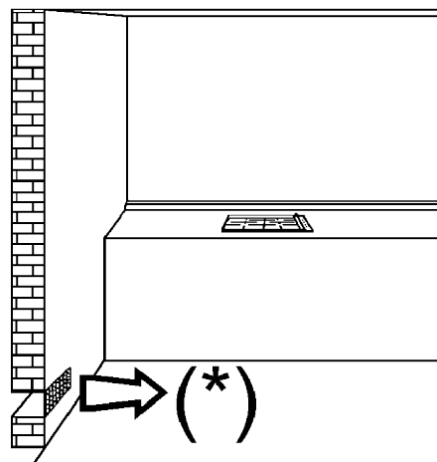
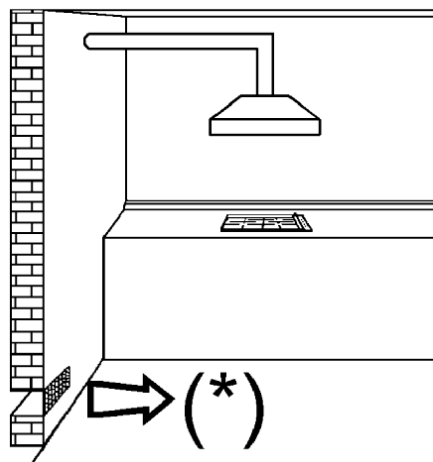

FIG. 3
FIG. 4
- *L'utilisation d'un appareil de cuisson à gaz génère chaleur et humidité dans le local où il a été installé. Par conséquent, il est nécessaire d'assurer une bonne ventilation du local, par maintenir libres des obstacles les rainures de ventilation naturelle (fig. 3) et par brancher le dispositif mécanique de ventilation (hotte aspirante ou ventilateur électrique, fig. 4 et fig. 5).*
Le flux naturel de l'air doit se réaliser par chemin direct à travers des ouvertures permanentes, faites dans les parois du local qu'il faut ventiler. Ces ouvertures doivent se connecter avec l'extérieure et avoir une section minimale de 100 cm2 (voir la fig. 3). Il faut les organiser de la manière qui exclut son obstruction.
Les appareils de cuisson à gaz doivent toujours évacuer les produits de combustion au moyen de hottes connectées à cheminées, aux conduits pour fumée ou directement à l'extérieur (voir la fig. 4). En cas où il n'est pas possible d'utiliser la cheminée et à condition que les dispositions concernant la ventilation, indiquées dans les normes en vigueur, s'observent strictement, il est admis d'utiliser un ventilateur, installé sur une fenêtre ou sur une paroi avec sortie à l'extérieur; qui devra se brancher simultanément avec l'appareil (voir la fig. 5),